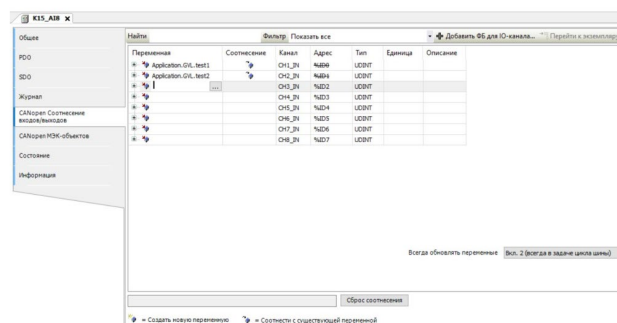

Рис. 9 Привязка переменных к модулю.
7. После этого можно привязывать переменные проекта к сигналам модулей. Для этого Пользователь должен перейти во вкладку "CANopen Соотнесение входов/выходов" модуля и в поле нужного канала модуля произвести соотнесение, дважды кликнув на пустую область первого столбца. Затем, нажав кнопку "...", Пользователю необходимо указать переменную из нужного объекта, к которой будет привязан сигнал модуля (Рис. 9).